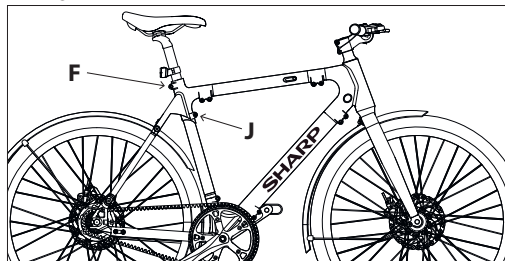

Figur 2-1
- Koble til skjermensorkabelen, som vist i [Figur 2-1] og [Figur 2-2].